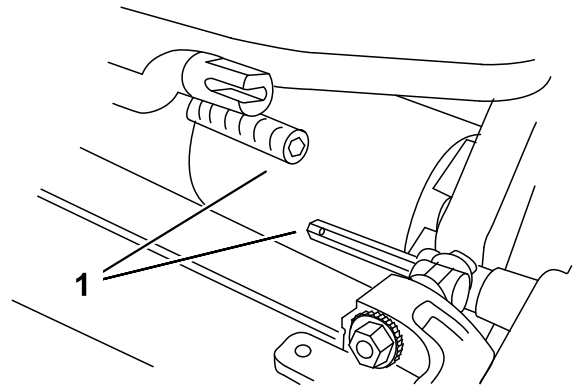

Figura 7
3. Empuje la unidad de corte por debajo de la unidad de tracción y hacia la izquierda para conectar el acoplamiento de la transmisión (Figura 7).